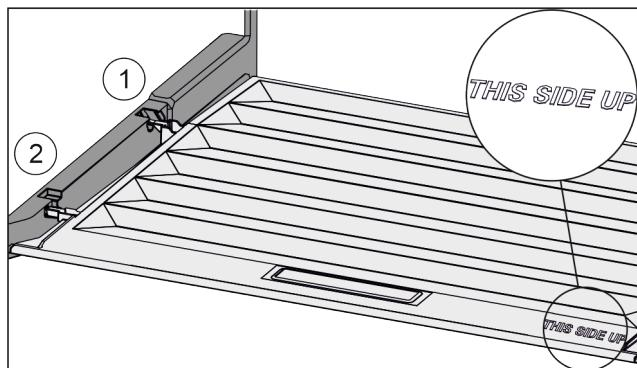

Fig. 55
- Robova predala vstavite nad odprtino zadnjega držala Fig. 55 (1), spredaj pa ju zataknite v držalo Fig. 55 (2).